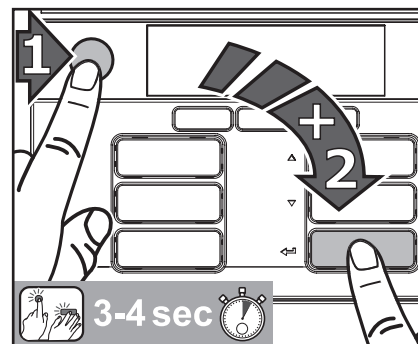

Bild 24
1. Tryck först på STOPP-knappen och sedan på Enter och håll båda knapparna intryckta samtidigt i 3-4 sekunder för att komma till rengöringsläget (bild 24).